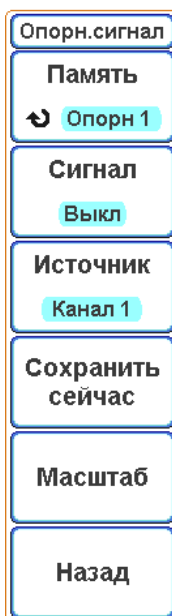

Рисунок 6.16 – Экранное меню «Опорный сигнал»
- нажать экранную кнопку «Память», (рисунок 6.16), чтобы активировать выбор нужного опорного сигнала;
- Перейти в главное меню, нажав кнопку «МЕНЮ» в блоке «УСТАНОВКА» (рисунок 6.1, поз. 3). Затем последовательно нажать экранные кнопки «Далее» и «Опорные сигналы», чтобы открыть меню «Опорн. сигнал» (рисунок 6.16);